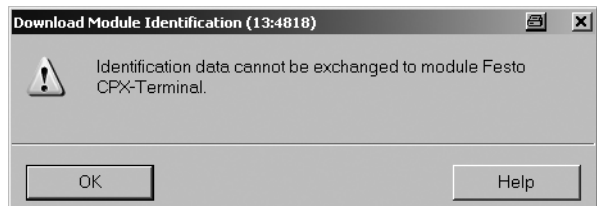

Bild 2/13: Fehlermeldung bei Feldbusknoten mit Revisionen früher als Rev 24
2. Tragen Sie Ihre Identifikationsmerkmale in die Felder unter "Offline" ein (Beispiele siehe Bild 2/14).